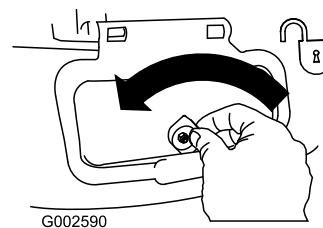

Figure 29
1. Desbloquee la puerta de descarga lateral (Figure 29).